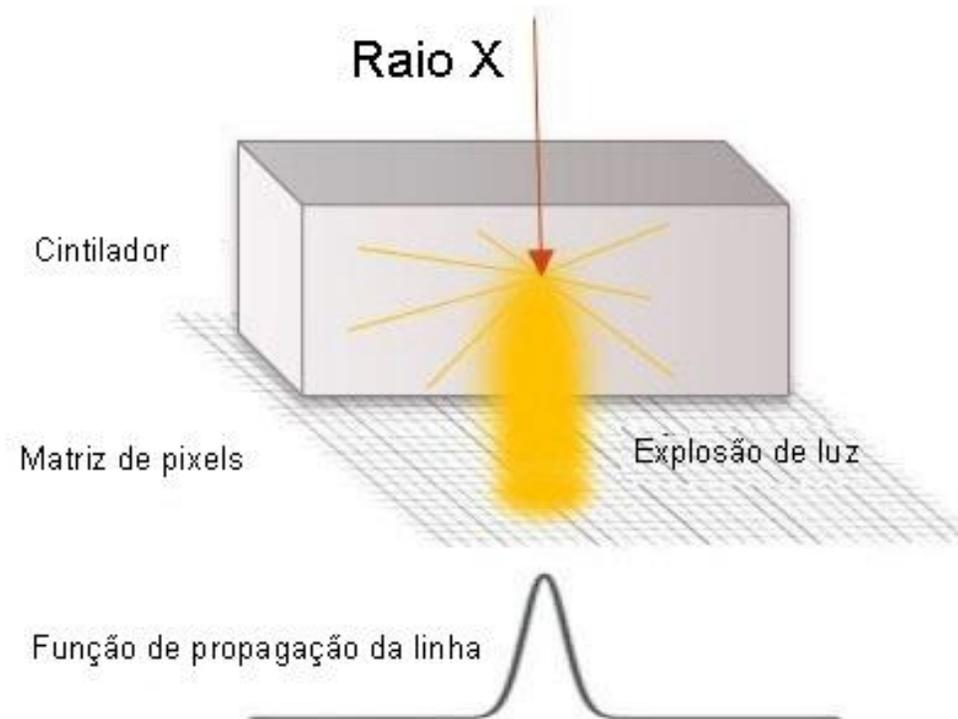

Fig. 21 – Espalhamento da luz no cintilador
- A luz no cintilador se espalha, o que causa degradação da resolução espacial (Fig. 21).